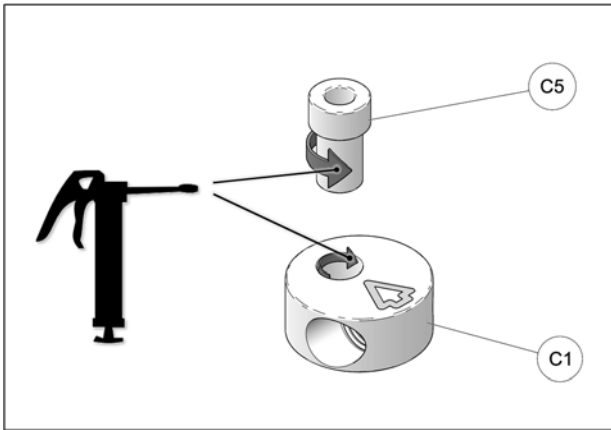

Fig. 22
11. Apply grease evenly all around step spacer bushing (C5) and in hole of aluminium disk (C1) when assembling these parts together. See Fig. 22
11. À l'assemblage, les bagues espaces (C5) doivent être graissées. Appliquer une couche de graisse uniforme sur toute la circonférence de la bague espaceur et dans le logement de l'extrémité en aluminium (C1). Voir la Fig. 22